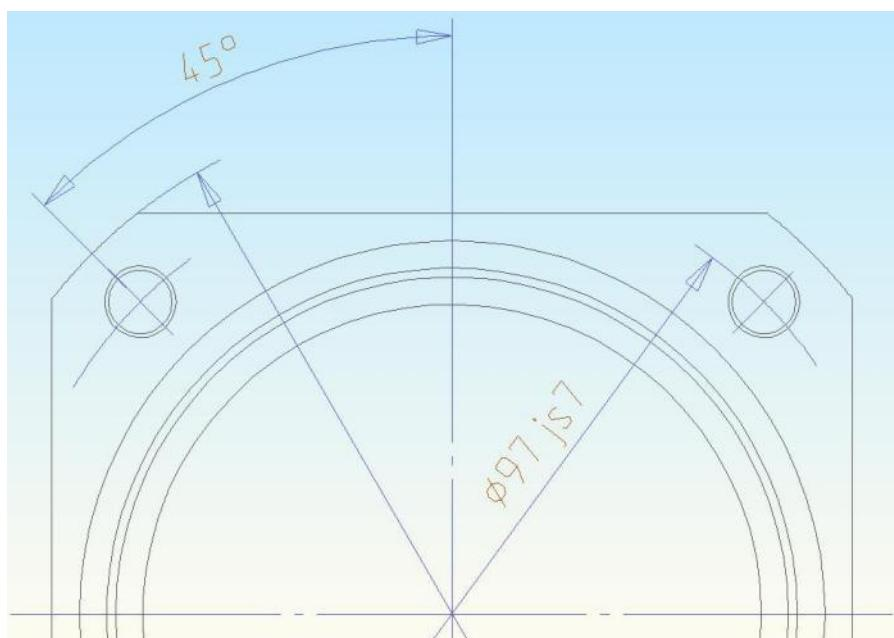

Рисунок 4. Простановка угловых размеров
2. Подведите курсор к наклонной осевой линии отверстия диаметром 7 мм (Рисунок 4) и нажмите левую кнопку мыши.
3. Подведите курсор к вертикальной осевой линии (Рисунок 4) и нажмите левую кнопку мыши. Щелкните левой кнопкой мыши.